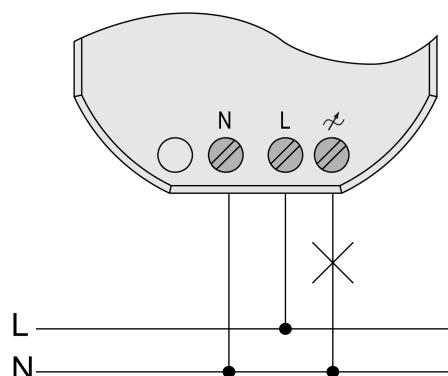

Figure 5: Raccordement de la charge
- Raccorder la charge selon l'exemple de raccordement (Figure 5).